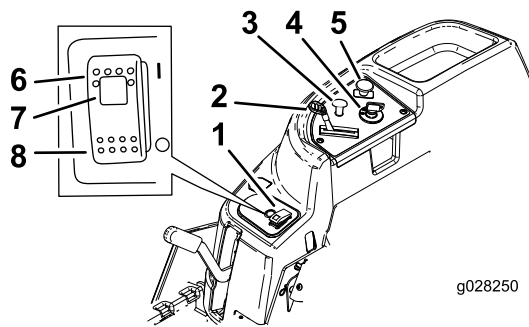
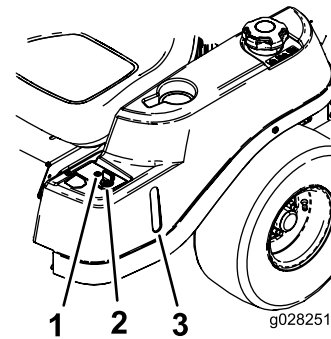

Figura 5
Figura 6
Antes de poner en marcha el motor y trabajar con la máquina, familiarícese con todos los controles en Figura 5 y Figura 6.
La llave de contacto tiene tres posiciones – DESCONECTADO, MARCHA y ARRANQUE. La llave gira a ARRANQUE, y vuelve a MARCHA al soltarse. Gire la llave a la posición de DESCONECTADO para parar el motor. Siempre retire la llave al dejar la máquina desatendida para evitar que alguien arranque el motor accidentalmente (Figura 5).
Utilice el estérter para poner en marcha el motor en frío. Tire del mando del estérter hacia arriba para activarlo. Para quitarlo, empuje el pomo del estérter hacia abajo (Figura 5).
El control del acelerador es variable entre las posiciones de RÁPIDO y LENTO. Mueva la palanca del acelerador hacia adelante para aumentar la velocidad del motor y hacia atrás para reducir la velocidad del motor (Figura 5).
El mando de control de las cuchillas (TDF) engrana y desengrana la transmisión de potencia a las cuchillas del cortacésped (Figura 5).
Utilice la mirilla de combustible, situada en el lado izquierdo de la máquina para verificar la presencia de gasolina en el depósito (Figura 6).
Este interruptor permite segar en marcha atrás cuando está activado. Para activar esta función, ponga el interruptor en CONECTADO y suéltelo una vez que la TDF esté engranada. Para desactivarla, desengrane la toma de fuerza (TDF) (Figura 6).
- Mueve el interruptor SmartPark™ a la posición de CONECTADO (Figura 5).